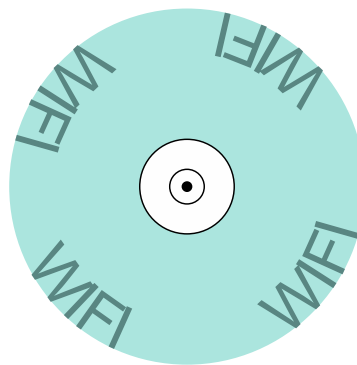

Figuur 18
Als uw kachel een Ecoaire Insert is, moet u de veiligheidsthermostaat op de panelen van de inbouw bevestigen. Deze panelen hebben al een opening waarlangs u de thermostaat inbrengt (3) volgens *figuur 18*. U bevestigt deze aan de inbouw met een bout (2) en draait vervolgens de dop erop (1).